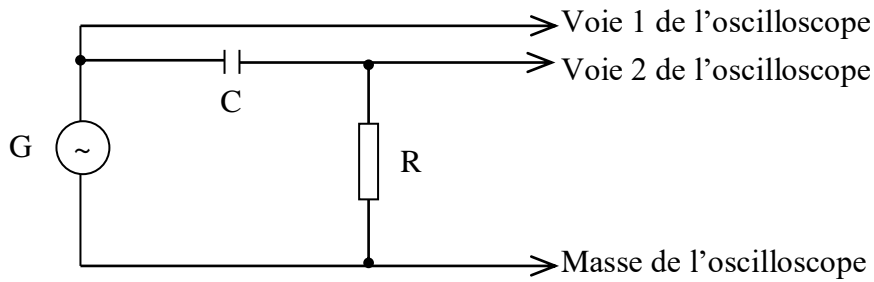

Figure 4
- Réaliser le montage de la figure 4,
Pour le même montage que celui de la figure 4, déterminer le déphasage selon le tableau 4